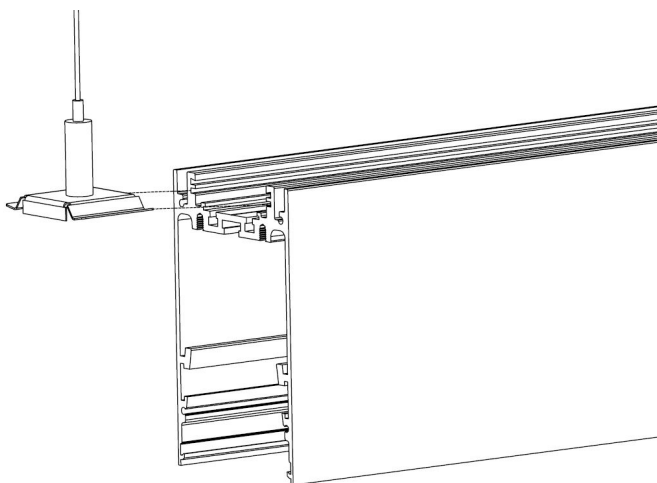

Рис.3
1. Установите комплект подвесов (дюбели и установочные саморезы подбираются самостоятельно в зависимости от монтажной поверхности и не входят в комплект поставки. Монтажное отверстие в крепежной втулке для подвеса имеет диаметр 5мм и рассчитано для самонарезных винтов с потайной головкой. Нагрузка на трос составляет не более 10 кг и определяется весом светильника) в паз на верхней части корпуса светильника (Рис. 3);